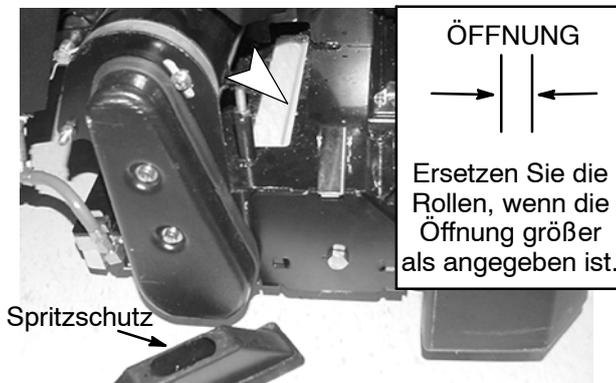

ABB. 29
4. ReadySpace-Reinigung: Entfernen Sie den Spritzschutz und prüfen Sie die Rollen auf Verschleiß. Wenn die Öffnung zwischen den zwei Rollen mehr als 4 mm beträgt, sind die Rollen zu ersetzen (Abbildung 29). Ersetzen Sie die Rollen immer paarweise.